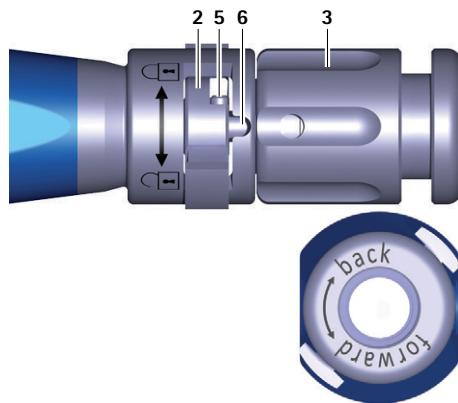

Fig. 1 Primer plano del instrumento de inserción, interruptor abierto
- ▶ Gire la tuerca giratoria 3 del instrumento de prueba A en sentido contrario de las agujas del reloj (en dirección "forward") para deslizar la barra 6 hacia delante, ver Fig. 1.
- ▶ Gire el interruptor **2** hacia la izquierda (en dirección a **B**), ver Fig. 1.
- Gire el interruptor **2** hacia la izquierda (en dirección a **②**), ver Fig. 1.
- Compruebe la posición de acoplado del instrumento de inserción **A**, ver Fig. 1.
- Gire el interruptor 2 hacia la izquierda (en dirección a ②), ver Fig. 1.
- Gire la tuerca giratoria 3 en sentido contrario de las agujas del reloj (en dirección "forward") para deslizar la barra 6 hacia delante, ver Fig. 1.